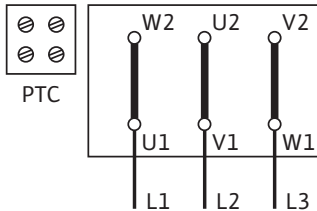

Fig. 45: Y-Δ-start (standaard)
Het aansluitschema voor de elektrische aansluitingen bevindt zich in de klemmenkast (zie ook Fig. 45/46).
- De netaansluiting op de klemmenplaat is afhankelijk van het motorvermogen  $P_2$ , van de netspanning en het inschakeltype. De noodzakelijke schakeling van de verbindingsbruggen in de klemmenkast kan in de volgende lijst "Tab. 4: Bezetting van de aansluitklemmen" op pagina 107 evenals Fig. 45/46 worden gevonden.
Y-Δ-start (standaard)	Verbindingsbruggen verwijderen (Fig. 45)